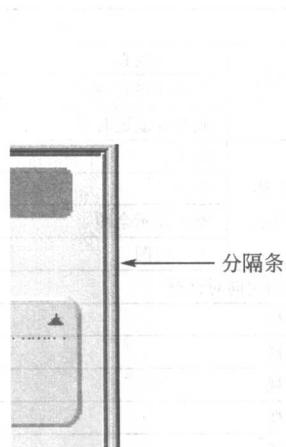

图1-9 分割条
- 分割条：如图1-9所示，分割条将属性管理区与绘图区分割开来，可以左右拖动分割条，来调整属性管理区的大小。